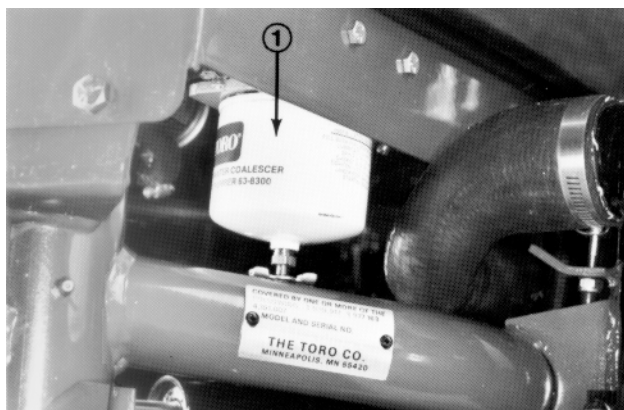

Figure 10
1. Chercher le filtre à carburant/séparateur d'eau à l'arrière de la tondeuse, du côté droit, sous le réservoir de carburant (Fig. 10).